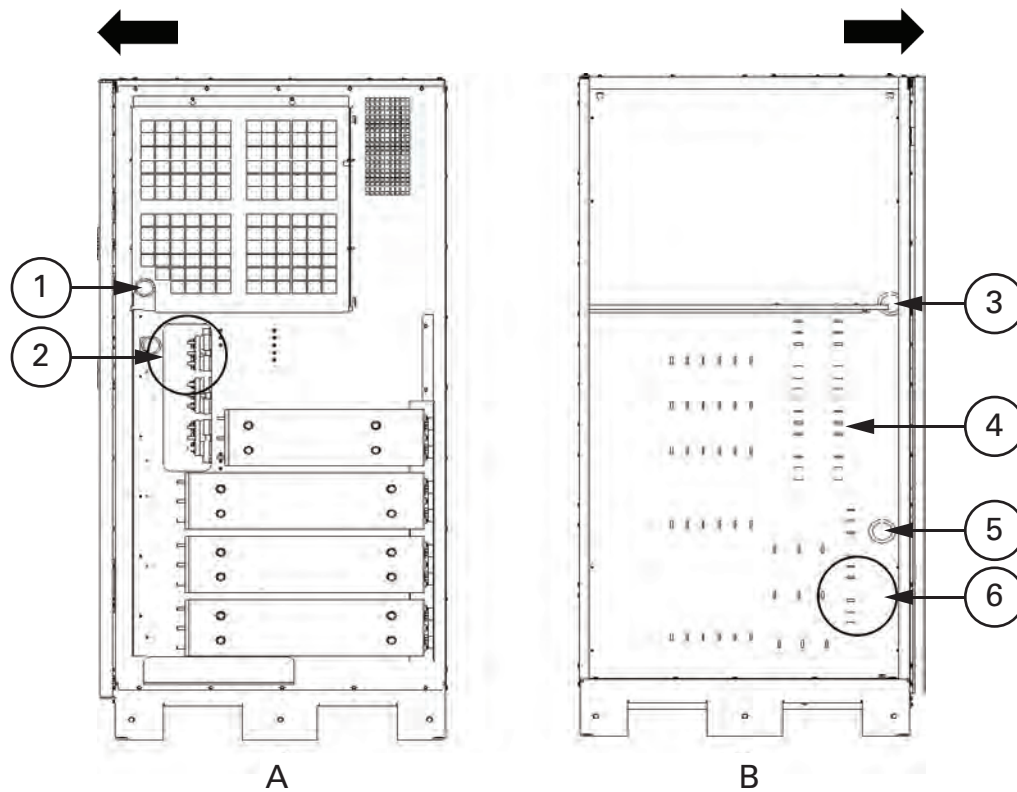

Рис. 4-10. Расположение жгутов межстоечной интерфейсной проводки ИБП
Четыре жгута межстоечной интерфейсной проводки находятся в свернутом виде возле правой панели секции ISBM (см. А на Рис. 4-10).
15. В секции ISBM (см. А на Рис. 4-10) найдите длинные свернутые жгуты проводки с разъемами J50, J51, J61 и J70. Снимите стяжки, фиксирующие жгуты, и размотайте их.
16. Найдите сочленяющийся разъем P50 в желобе для проводов секции UPM (см. В на Рис. 4-10) и подключите разъем P50 к разъему J50.
17. Найдите сочленяющийся разъем P51 в желобе для проводов секции UPM (см. В на Рис. 4-10) и подключите разъем P51 к разъему J51.
18. Найдите сочленяющийся разъем P61 в желобе для проводов секции UPM (см. В на Рис. 4-10) и подключите разъем P61 к разъему J61.
19. Найдите сочленяющийся разъем P70 в желобе для проводов секции UPM (см. В на Рис. 4-10) и подключите разъем P70 к разъему J70.
Жгуты межстоечной интерфейсной проводки находятся в свернутом виде возле левой панели секции UPM (см. В на Рис. 4-10).
20. В секции UPM (см. В на Рис. 4-10) найдите свернутый кабель RJ45 CAN. Снимите стяжки, фиксирующие жгуты к внутренней стороне левой панели секции UPM. Проведите жгуты через круглое отверстие для проводов в правой панели секции ISBM (см. В на Рис. 4-10).